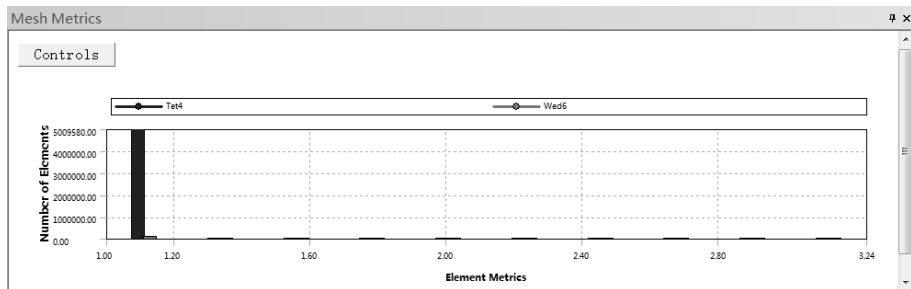

图 3-33 Jacobian Ratio 图表
③Jacobian Ratio（雅可比比率）适应性较广，一般用于处理带有中节点的单元，选择此选项后，此时在信息栏中会出现如图 3-33 所示的 Mesh Metric 窗口，在窗口内显示了网格质量划分图表。